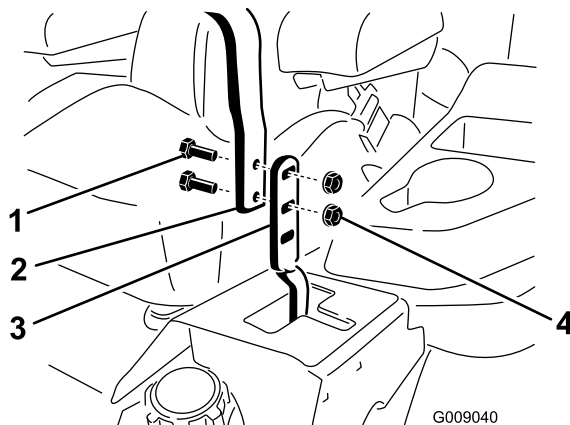

Figure 66
3. Desserrez les boulons et les écrous à embase situés dans les leviers (Figure 66).